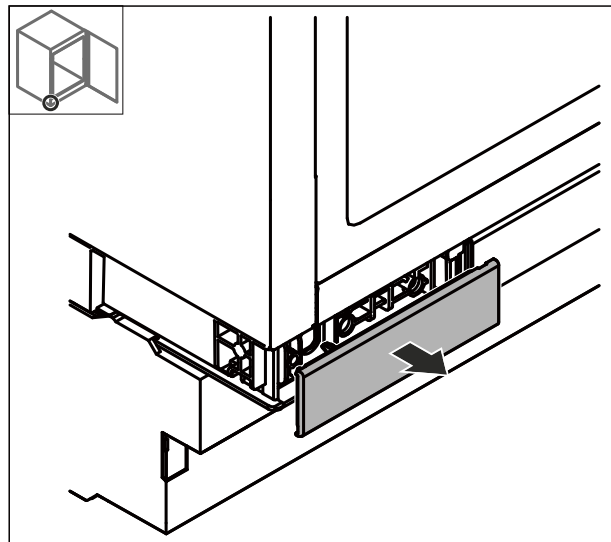

図4
- 図4 で取り外したカバーを180°回転させ、機器下部の戸先側に取り付けます。